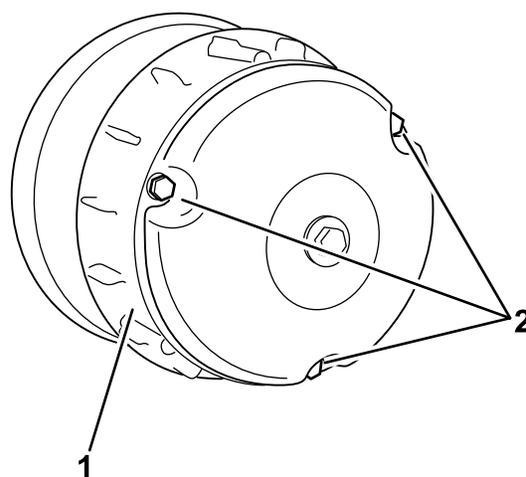

Figura 61
4. Instale la tapa del embrague, fijándola con los 3 pernos (Figura 61) que retiró en 2.
2. Retire los 3 pernos que sujetan la cubierta al embrague, y retire la cubierta (Figura 61).